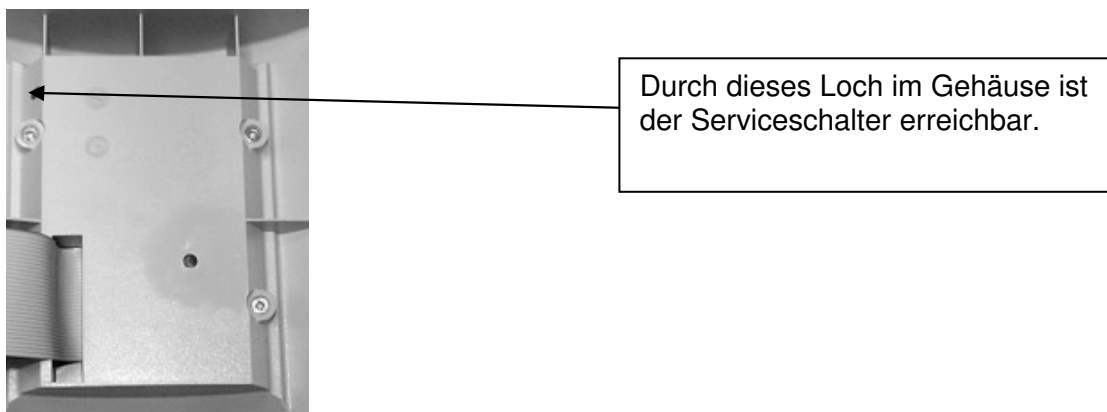

Abb. 6. Lage des Serviceschalters.
1. Verwenden Sie einen schmalen Schraubendreher oder ähnlichen Gegenstand und drücken Sie die Servicetaste auf der Deckelinnenseite des Rechenwerkes, s. Abb. 6. Beachten Sie bitte, dass die Taste durch eine Plombenetikette (Benutzerplombe) geschützt wird.